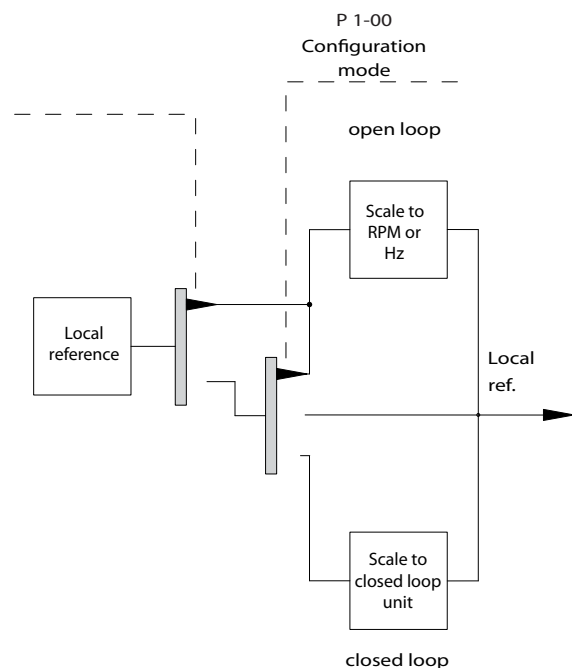

Ilustración 2.11 Modo de configuración manual
- La *Ilustración 2.11* muestra el modo de configuración manual para la referencia local.